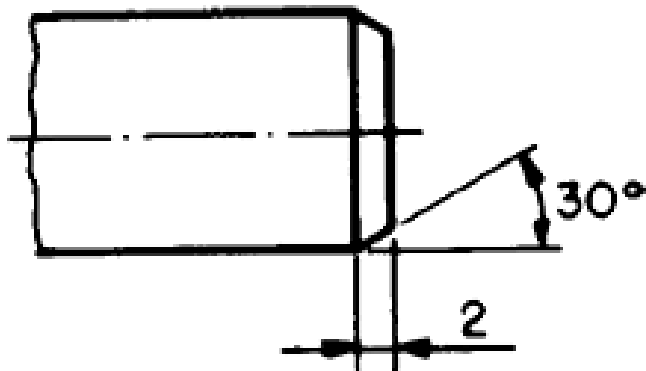

Figura 52
6.4.1 Chanfros devem ser cotados como mostra a Figura 52. Nos chanfros a 45° a cotação pode ser simplificada, como mostram as figuras 53.